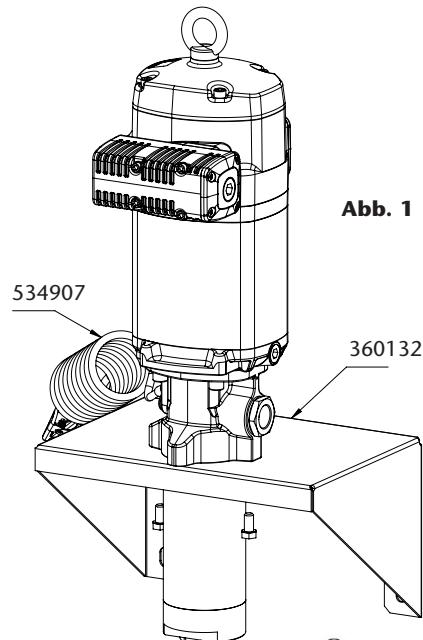

Abb. 1
- Wandmontage (360132). Befestigen Sie die Wandhalterung sicher an der Wand. Führen Sie die Pumpe durch die Halterung und befestigen Sie sie mit den mitgelieferten Schrauben (Abb. 1).